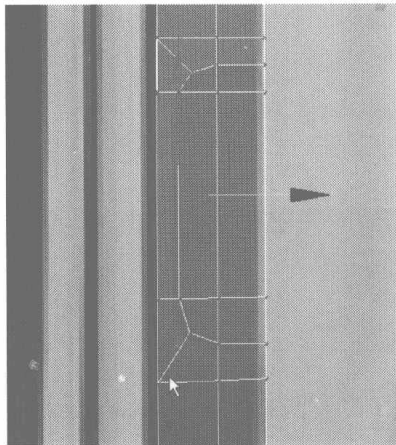
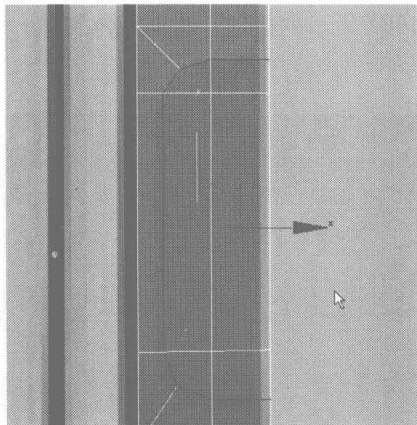

图 4.485
图 4.486
- 14 将 Front 视图切换为 Right 视图，在手机的侧面如图 4.485 所示的位置添加细分线，再切换为线编辑，选择如图 4.486 所示的边线，在 Edit Edges 卷展栏中单击 **Chamfer** 右侧的小按钮，在弹出的对话框中